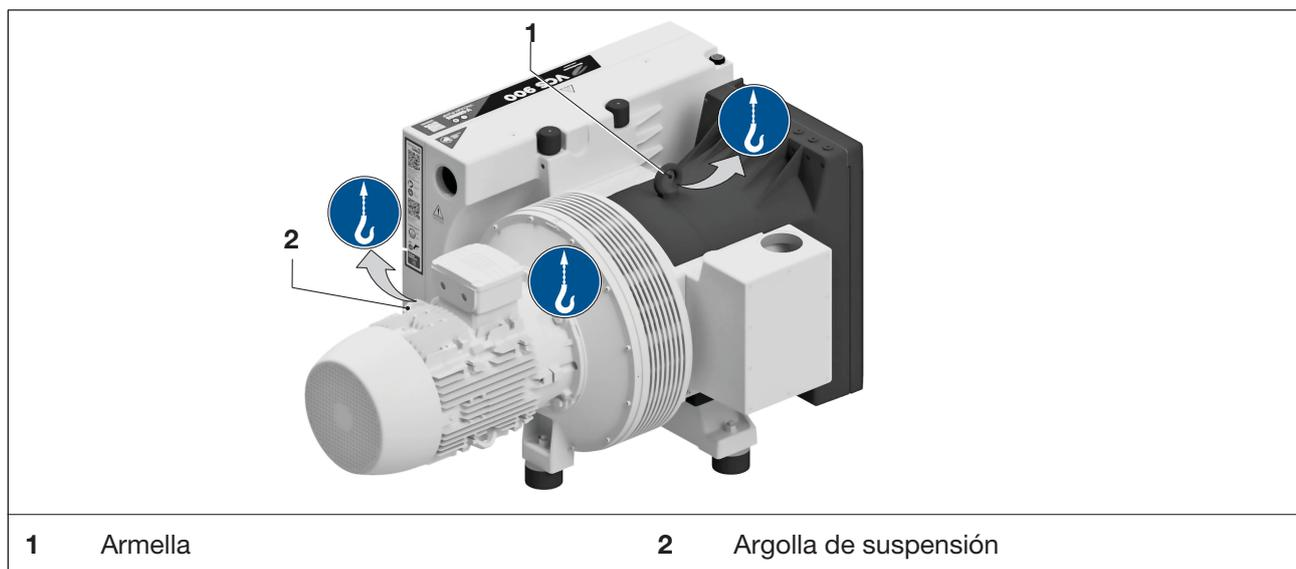

Fig. 1 Dispositivos para la elevación y el transporte
- b) Apretar bien la armella (Fig. 1/1) en la bomba de vacío. Si el motor se suministra con una armella, apriétela también.